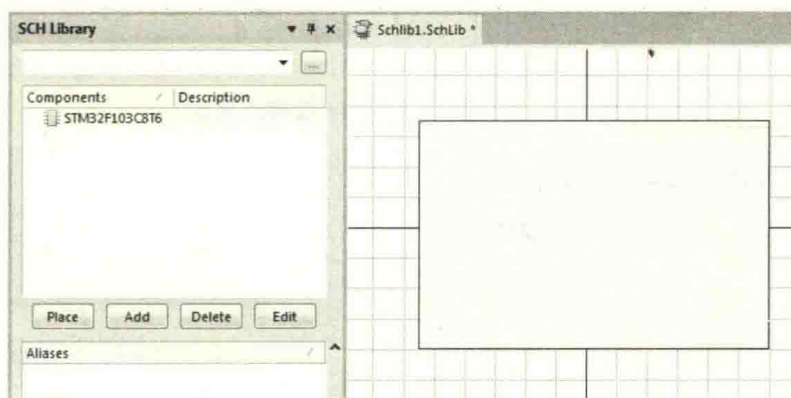

图 12-4 放置矩形框
- (1) 在元件库编辑器界面中，执行菜单命令“Tools-New Component”，创建一个新的元件，命名为“STM32F103C8T6”。
- (2) 执行菜单命令“Place-Rectangle”，放置一个矩形框，如图 12-4 所示。